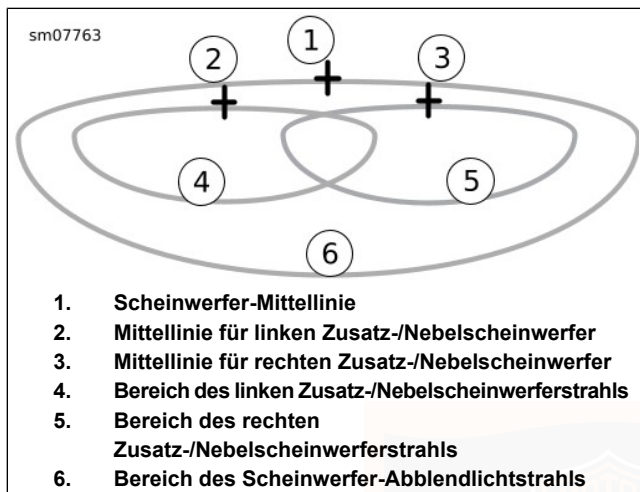

Abbildung 100. Scheinwerfer-Lichtmuster: LED-Typ mit Zusatz-/Nebelscheinwerfer
4. Siehe Abbildung 100. Die horizontalen und vertikalen Mittellinien (2, 3) der Zusatz-/Nebelscheinwerfer auf der Wand markieren.
7. Das Scheinwerferabblendlicht einschalten und den Scheinwerfer und den rechten Zusatz-/Nebelscheinwerfer abdecken. Den linken Zusatz-/Nebelscheinwerfer so einstellen, dass der gesamte hell beleuchtete Bereich (4) unter der Mittellinie liegt, wie in Abbildung 100 dargestellt.